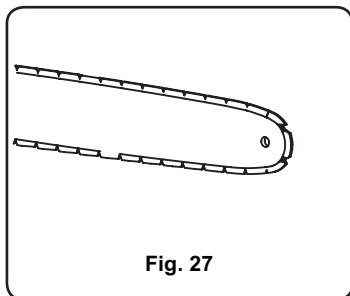

Fig. 27
Pour vérifier la tension de la chaîne, essayez de soulever la chaîne (5) à une main. La chaîne est à la bonne tension si vous parvenez à la soulever de 2 à 4 mm au-dessus du guide (6) dans la partie centrale (fig. 27 et 28).